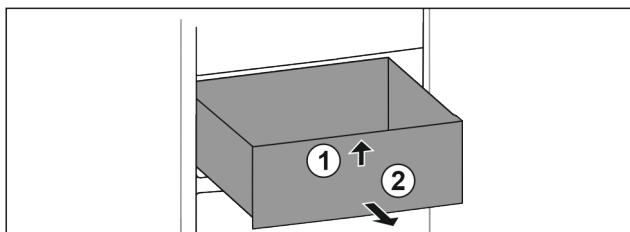

Fig. 15
- ▶ Podignite ladicu sprijeda. Fig. 15 (1)
- ▶ Izvadite ladicu prema naprijed. Fig. 15 (2)